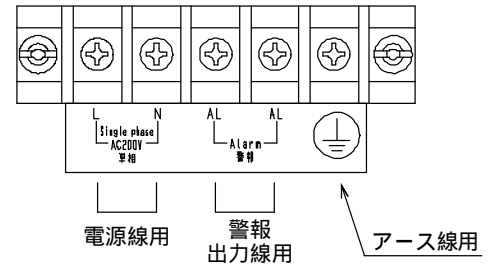

図5 端子台の構成
- 端子台への接続は、圧着端子（絶縁キャップ付など）を用いて指定の端子へ確実に行ってください。（図5）
- 端子台にあるアース端子を利用して、本体のアース接続を必ず行ってください。（図5）